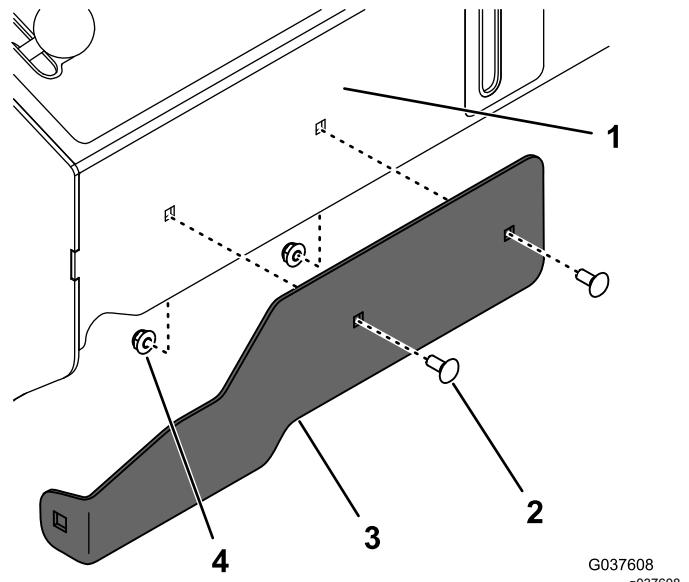

Bild 12
11. Befestigen Sie die vordere Befestigungshalterung mit zwei Schlossschrauben (1/4" x 5/8") und zwei Muttern (1/4") lose vorne an der Steuersäule, wie in Bild 12 abgebildet.